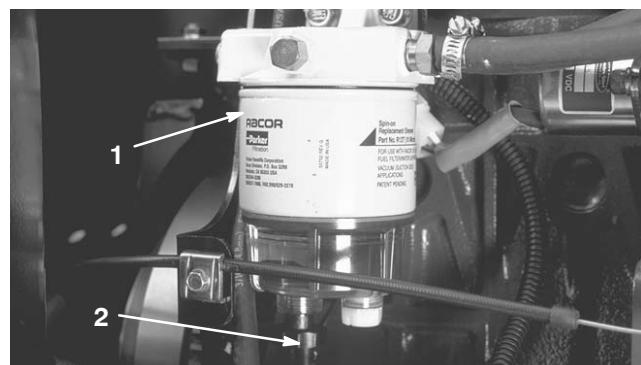

Bild 40
Entleeren Sie Wasser und andere Fremdstoffe täglich aus dem Wasserabscheider (Bild 40).
- Lockern Sie die Ablassschraube an der Unterseite der Filterglocke (Bild 40). Ziehen Sie anschließend die Schraube wieder fest.